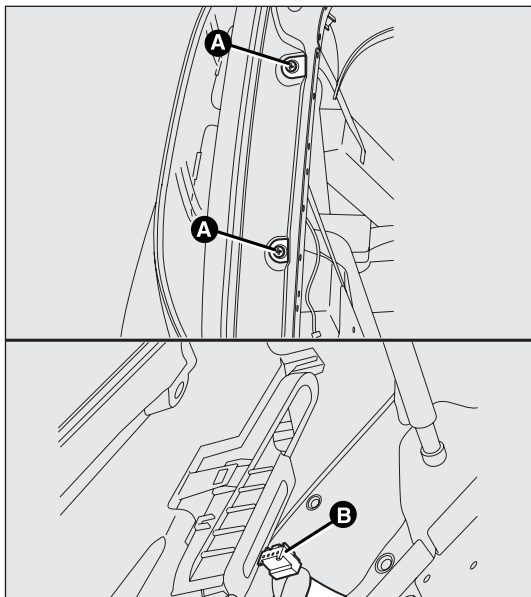

fig. 146
La disposizione delle lampade del gruppo ottico fig. 146 è la seguente:
- ☐ svitare le viti di fissaggio A-fig. 146;